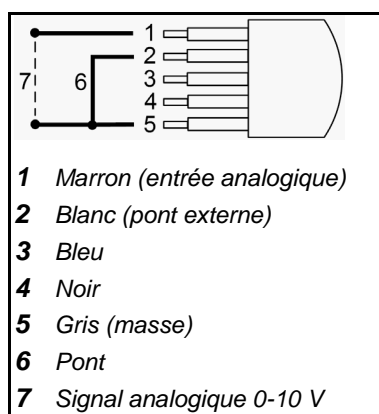

Fig. 17 : Pont câble RC
- ➔ Sur le câble RC, relier le fil blanc (pont) au fil gris (masse) ; sur la fiche RC, relier la broche 2 à la broche 5 (voir Fig. 17).